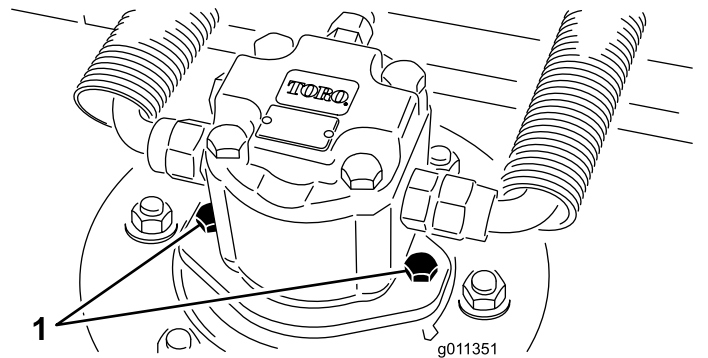

Bild 92
2. Schließen Sie den Hydraulikmotor vom Mähwerk ab und nehmen ihn ab (Bild 92). Decken Sie die Spindeloberseite ab, um einer Verunreinigung vorzubeugen.
3. Montieren Sie den Hydraulikmotor am Mähwerk (Bild 92). Stellen Sie sicher, dass sich der O-Ring unbeschädigt in seiner Position befindet.